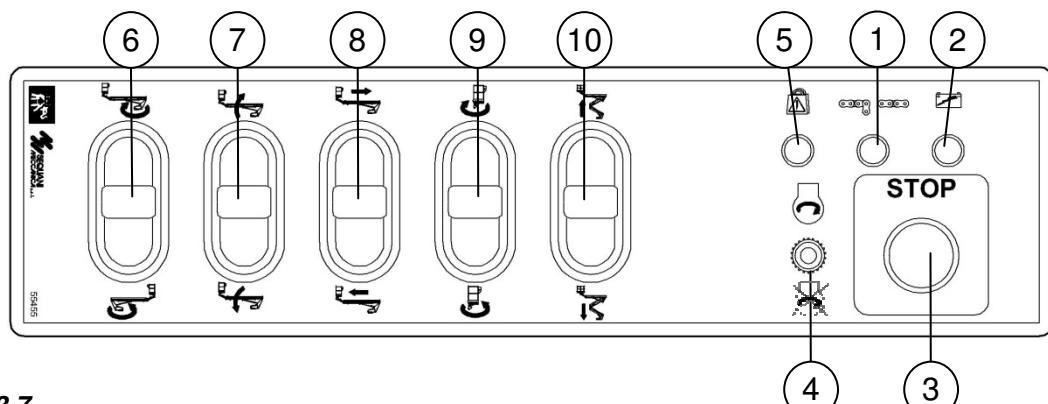

fig. 4.3.7
- verificare sul quadro comandi piattaforma di lavoro l'avvenuta accensione della spia presenza tensione (pos. 2 fig. 4.3.7)
- effettuare la movimentazione del braccio muovendo lentamente le leve potenziometriche di comando (pos. 6-7-8-9-10 fig. 4.3.7) nella posizione desiderata variando opportunamente la velocità
<p>NOTA: se si desidera spegnere il motore al raggiungimento della posizione, premere il pulsante (pos. 4 fig. 4.3.7). Il motore si spegne. Per riavviare premere il pulsante (pos. 4 fig. 4.3.7) di avviamento.</p>
<p>NOTA: se sulla macchina è presente il dispositivo di controllo del carico in piattaforma [OPTIONAL]: quando si accende la spia rossa di "sovraffreno" (pos. 5 fig. 4.3.7), si attiva un avvisatore acustico e, contemporaneamente, tutti i movimenti della piattaforma si bloccano significa che il carico in piattaforma supera la portata massima. In tal caso, è necessario togliere il carico in eccesso per poter effettuare la movimentazione.</p>